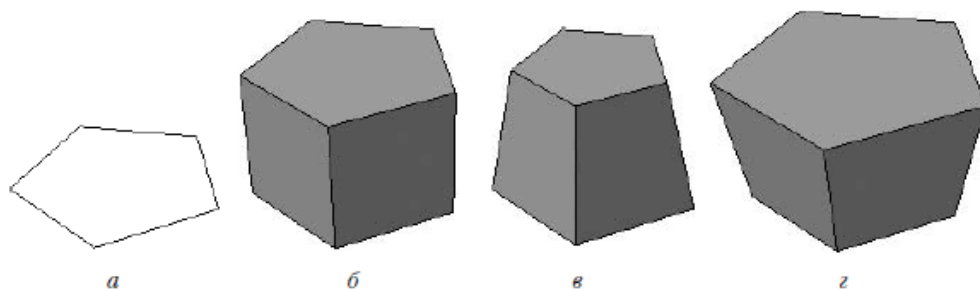

Рис. 3.5. Выдавливание: эскиз (а), сформированный трехмерный элемент (б), уклон внутрь (в) и уклон наружу (з)
- *Выдавливание.* Форма трехмерного элемента образуется путем смещения эскиза операции (рис. 3.5, *а*) строго по нормали к его плоскости (рис. 3.5, *б*). Во время выдавливания можно задать уклон внутрь или наружу (рис. 3.5, *в* и *г*). Контур эскиза выдавливания не должен иметь самопересечений. Эскизом могут быть: один замкнутый контур, один незамкнутый контур или несколько замкнутых контуров (они не должны пересекаться между собой). Если вы формируете основание твердого тела выдавливанием и используете в эскизе несколько замкнутых контуров, то все эти контуры должны размещаться внутри одного габаритного контура, иначе вы не сможете выполнить операцию. При вырезании или добавлении материала выдавливанием замкнутые контуры могут размещаться произвольно.